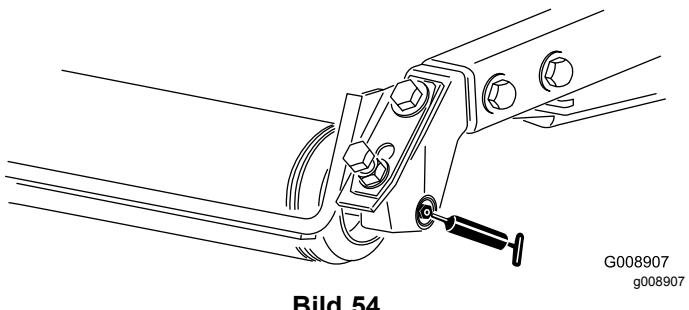

Bild 54
- Heckrollenlager (2 pro Mähwerk) (Bild 54)